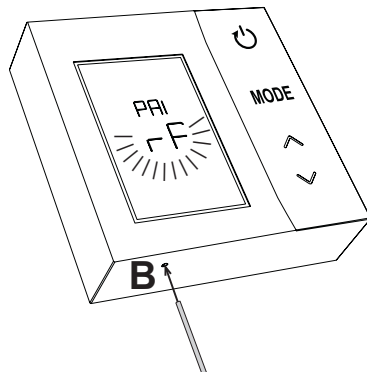

fig. 23
14. Premere per 1 - 2 secondi, mediante un oggetto appuntito, il tasto **B** sul termostato ("fig. 23").